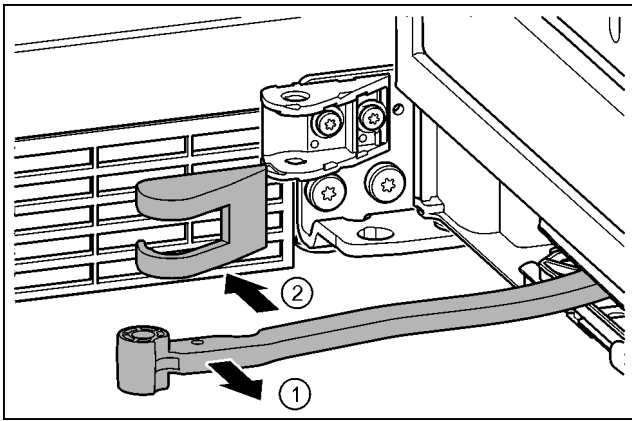

Fig. 18
- ▶ Повернуть шарнир в направлении двери. Fig. 18 (1)
- ▶ Снять крышку опорного кронштейна. Fig. 18 (2)